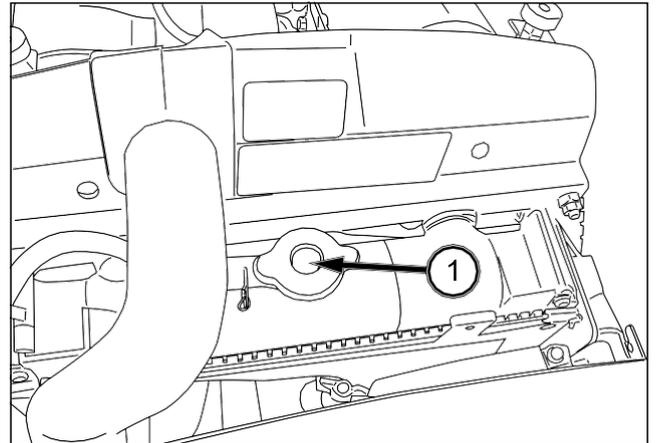

FIG. 110
FIG. 110: El sistema de refrigeración se llena en fábrica con una solución anticongelante para proteger el motor y el radiador hasta -34°C . El nivel de refrigerante debe mantenerse a 12 mm por debajo de la abertura de llenado (1). Compruebe anualmente la protección del refrigerante contra el hielo.